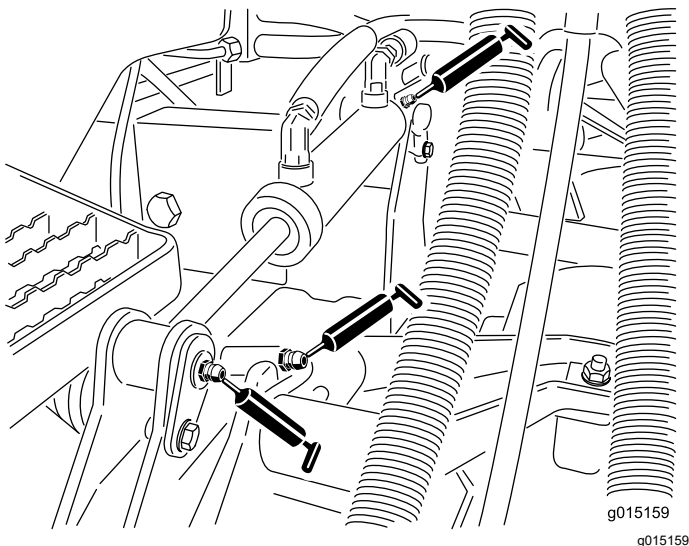

Bild 84
- Hubarmbüchsen (1 pro Schneideinheit) (Bild 84)
- Hubzylinderbüchsen (2 pro Schneideinheit) (Bild 84)